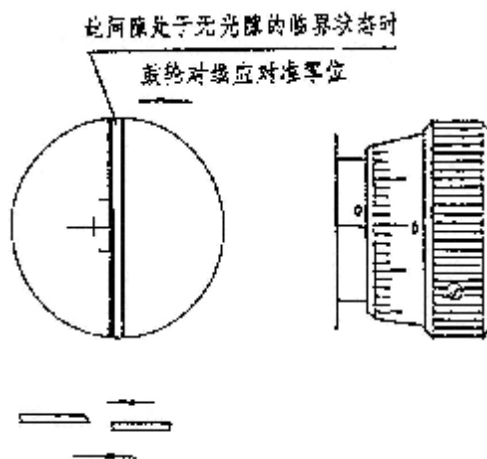

图 4
3) 测微目镜的零位在出厂时已调好，如长期使用可能会有微量误差，因此应定期校准零位，如出现误差时应进行调整，调整方法：先对准测微目镜内的两刻线（两刻线无限接近，处于有无光隙的临界状态），稍微松开鼓轮上的三个止紧螺钉，将鼓轮的零位也对好，则测微目镜内的零位与将鼓轮的零位同时对好（图 4）